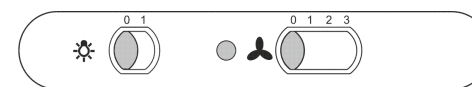

рис. 10
7.2 Управление вытяжкой производится при помощи ползункового переключателя (рис. 10). Правый переключатель регулирует скорость работы вентилятора: